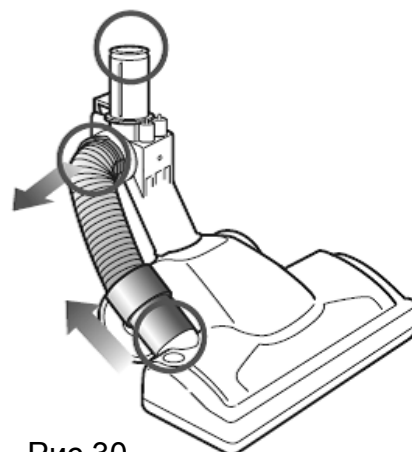

Рис.30
- Отсоединить трубку от щетки для пола с электроприводом, сжав в верхней части два ушка и потянув трубку наружу, а в нижней части - выдернув соединитель. Заглянуть внутрь 3 отверстий (**Рис.30**).